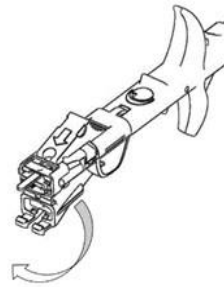

Fig. 4
6. Con cuidado, suelte la boquilla del cartucho del gancho. Asegúrese de no dañar la punta de la boquilla. Doble la boquilla del cartucho 180º grados hasta que encaje en su lugar, como se muestra en la Fig. 4.